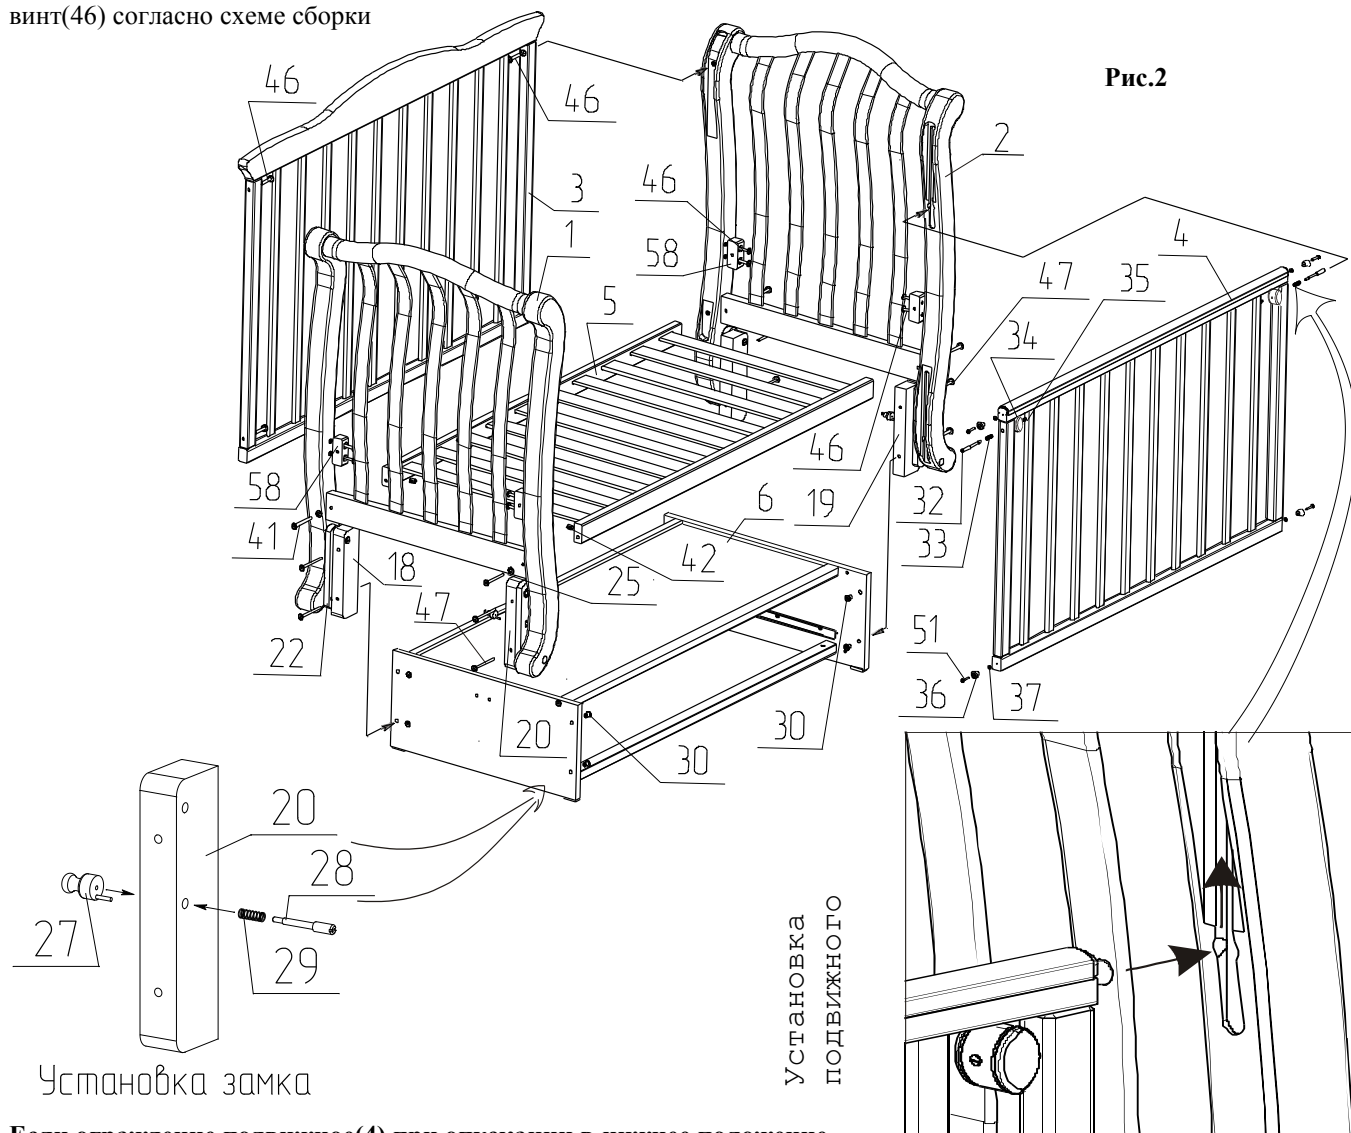

Рис.2
2. Сборка кровати (рис. 2). Установка подвижного ограждения. На боковые кромки ограждения(4) установить ролики(36) с шайбой(37) на шуруп(51). Для вращения ролика(36) оставить зазор до 0.3 мм между роликом(36) и шайбой(37). Установить фиксаторы(31) на боковые бруски ограждения(4). Для этого: шток(32) с пружиной(33) вставить в отверстие на боковой кромке ограждения(4). На выступающий конец штока(32) с внутренней стороны ограждения(4) установить ручку(34) и закрепить её винтом(35). Оттянув фиксатор, завести ролики(36) в пазы ножек спинок(1), (2) до верхнего положения ограждения(4). Штоки(32) должны фиксировать ограждение(4) в верхнее или нижнее положение.
3. Установка ложа (рис. 2). Вложить гайки-бочонки(42) в гнезда на внутренней поверхности продольных брусков ложа(5). Установить ложе(5) между спинками(1) и (2) и закрепить на винт(41) стяжки(40) через шайбы(25) к спинкам(1) и(2). Чтобы установить ложе(5) в верхнее положение для этого необходимо предварительно выполнить следующее: Установить ложедержатели(58) на внутренние поверхности ножек спинок (1), (2), закрепить их на винт(46) в отверстие с резьбовой втулкой. Если ложе(5) установлено в нижнее положение, то ложедержатели(58) необходимо снять.
4. Установка ограждения неподвижного (рис. 2). Установить ограждение(3) между спинками(1), (2) и закрепить на винт(46) согласно схеме сборки